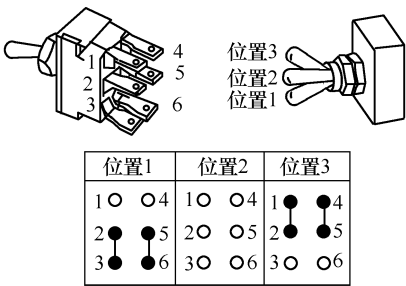
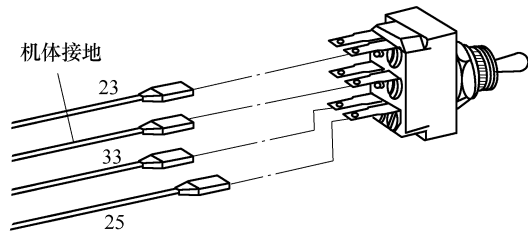

图 5-58 DPDT 三位开关逻辑电路
图 5-59 拆下四个插头并做标记
③ DPDT 三位开关逻辑电路如图 5-58 所示。三位开关可用来将导线 23 和 33 接地、将导线 25 和 33 接地，也可以不使用任何导线接地(图 5-59)。连接三个滑动杆位置的开关端子的线路都为导通线路。在位置 1，端子 2、3 和 5、6 相连(图 5-60)，使 ISC 2 和 ISC 1 有效触针(25 和 33)对地短路。在位置 2 没有触针接地(图 5-61)。在位置 3，开关端子 1、2 和 4、5 相连(图 5-62)，使 ISC1 和 ISC 有效触针(23 和 33)对地短路。
(2) 电阻检查
① 可以用服务软件监测 ISC 开关是否正常工作，也可以按下述方法监测开关的工作。从开关上拆下四个插头，并对开关位置和导线做标记(图 5-59)。